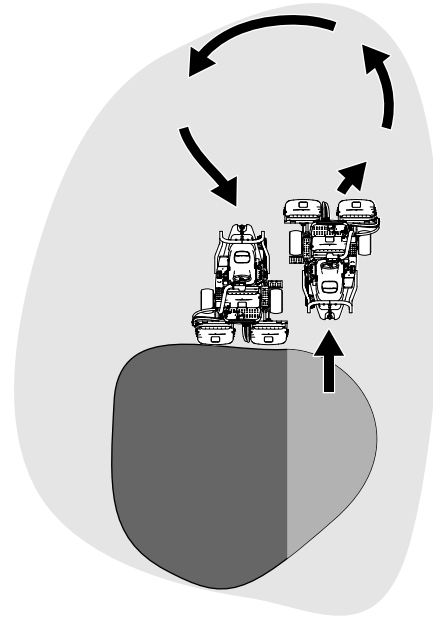

图 24
6. 要缩短下一趟剪草的操作时间并方便剪出直线，应轻轻朝相反方向转动机器，然后再转向未剪部分。此动作是一个泪滴状的转弯（图 24），可将机器快速对齐，进行下一趟剪草。